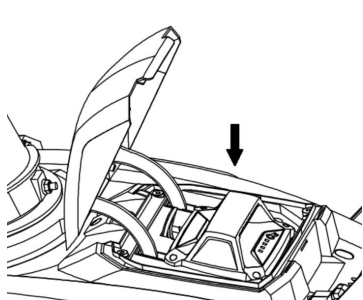

Fig.6
1. Abra la tapa del compartimiento de la batería y deslice la batería verticalmente hacia abajo como muestra la Fig 6.